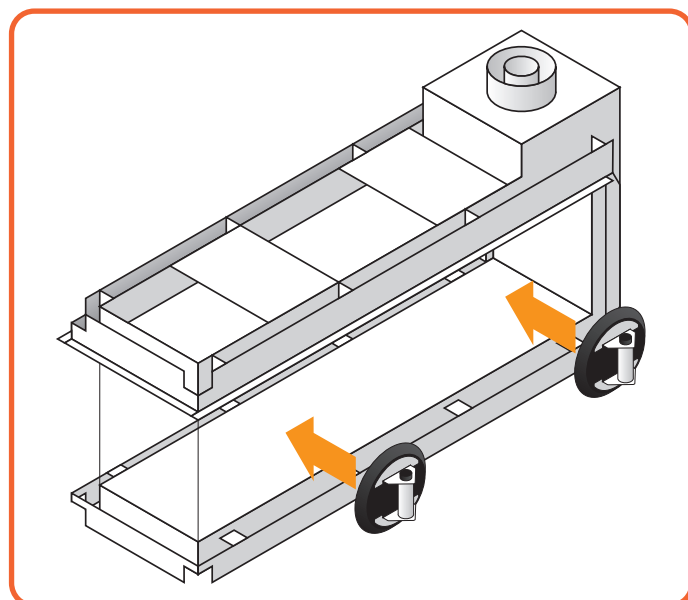

Figura 10.12 - Applicazione della ventosa
- Applicare la ventosa sul vetro e assicurarsi che sia abbastanza sottovuoto da non staccarsi. (vedi **Figura 10.12**)